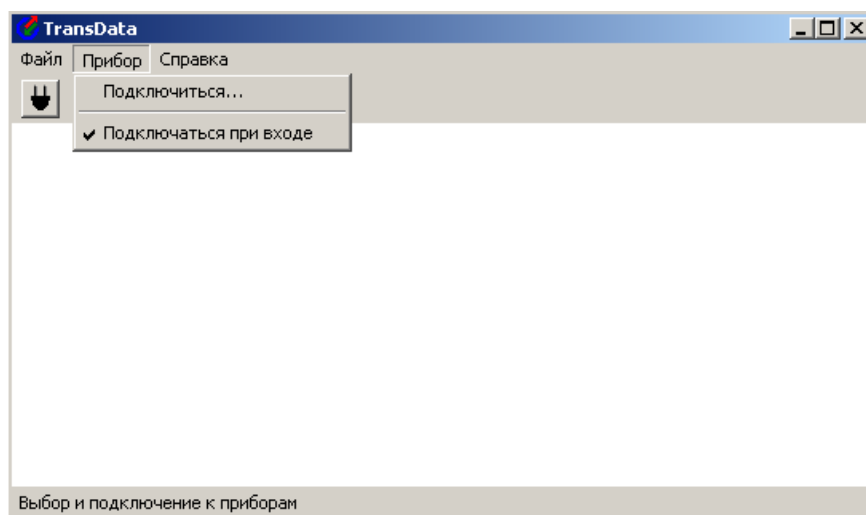

Рисунок 10
- Подключаться при входе – данный пункт позволяет пользователю подключаться регистратор при запуске программы с текущими установками подключения, при его активизации появляется значок «V», (рисунок 10) повторный выбор данного пункта снимает его, и при следующих запусках программы, автоматическое подключение к регистратору производиться не будет.
5.5.2.7 При активизации пункта «Подключиться» и кнопки (2)  открывается окно, как показано на рисунке 11. Кнопка (2)  вынесена для удобства пользователя и ее описание такое же, как и пункта «Подключиться».